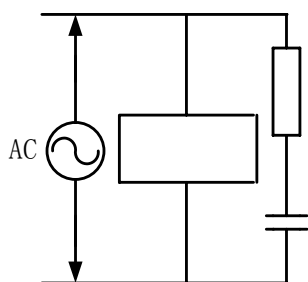
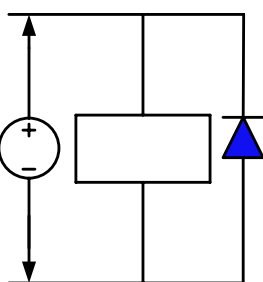
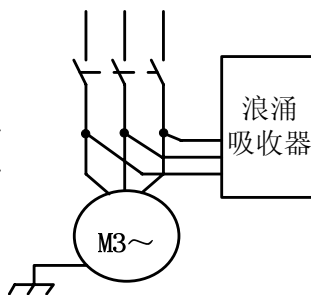

图 1-8
图 1-9
图 1-10
- ① GPC1000A 要远离产生干扰的设备（如变频器、交流接触器、静电发生器、高压发生器以及动力线路的分段装置等）；
- ② 要通过隔离变压器给 GPC1000A 供电，安装 GPC1000A 的设备必须接地，GPC1000A 和驱动单元必须从接地点连接独立的接地线；
- ③ 抑制干扰：在交流线圈两端并联 RC 回路(如图 1-8)，RC 回路安装时要尽可能靠近感性负载；在直流线圈的两端反向并联续流二极管（如图 1-9）；在交流电机的绕组端并接浪涌吸收器（如图 1-10）；